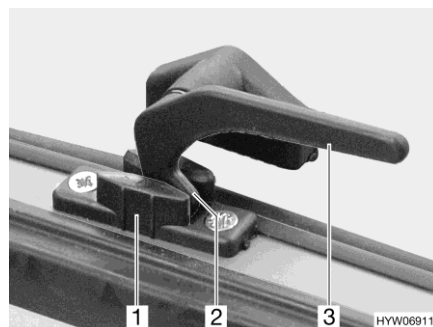

Bild 46 Verriegelungshebel (Stellung "Dauerbelüftung")
- in Stellung "Dauerbelüftung" (Bild 46)
- Alle Verriegelungshebel (Bild 46,3) eine viertel Umdrehung zur Fenstermitte hin drehen.
- Alle Verriegelungshebel wieder zurückdrehen. Die Verriegelungsnase (Bild 46,2) dabei jeweils in die Aussparung der Fensterverriegelung (Bild 46,1) einfahren.